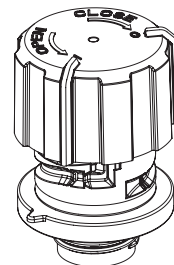

Bild 5
- Zurück in die Be- / Entlüftungsstellung bzw. zum Filterwechsel ist das Oberteil gegen den Uhrzeigersinn (Pfeil OPEN) zu drehen (Abb. 5).